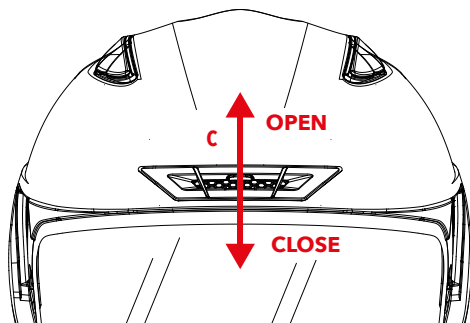

FIGURA 7
**PRESA D'ARIA FRONTALE – C – Figura 7**
- Figura 7: spostare il cursore centrale verso il basso per chiudere la presa d'aria, spostare verso l'alto per aprire la presa d'aria.